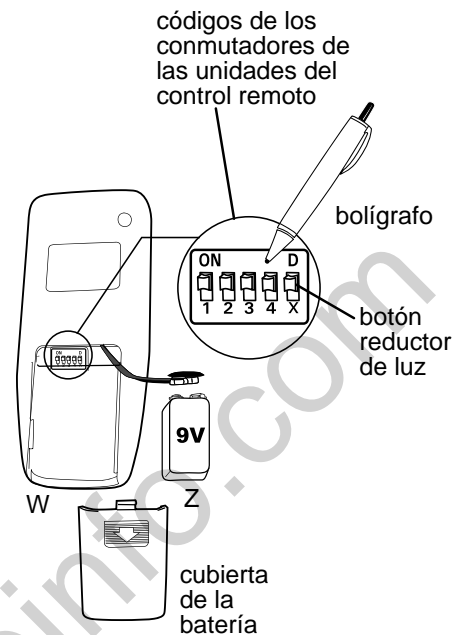

Fig. 1
1. Quite la tapa de la batería de la parte de atrás del transmisor del control remoto (W).
2. Mueva los conmutadores de los códigos 1 a 4 a su elección hacia arriba o hacia abajo. (La programación de la fábrica viene todo para arriba. No use esta posición.) Use un destornillador pequeño o un bolígrafo para moverlos firmemente hacia arriba o hacia abajo. [Fig. 1]
3. Localice el botón reductor de luz a mano derecha de los conmutadores de códigos etiquetado con una "D" y "X". [Fig. 1] Ponga el botón reductor de luz en la posición "ENCENDIDO" (D) solamente si usan bombillas incandescentes. Ponga el botón reductor de luz en la posición "APAGADO" (X) si usan bombillas fluorescentes compactas.
6. Vuelva a poner la tapa de la batería en el transmisor (W). [Fig. 1]
1. Botones de funcionamiento en el panel del transmisor del control remoto (W) [Fig. 1] :